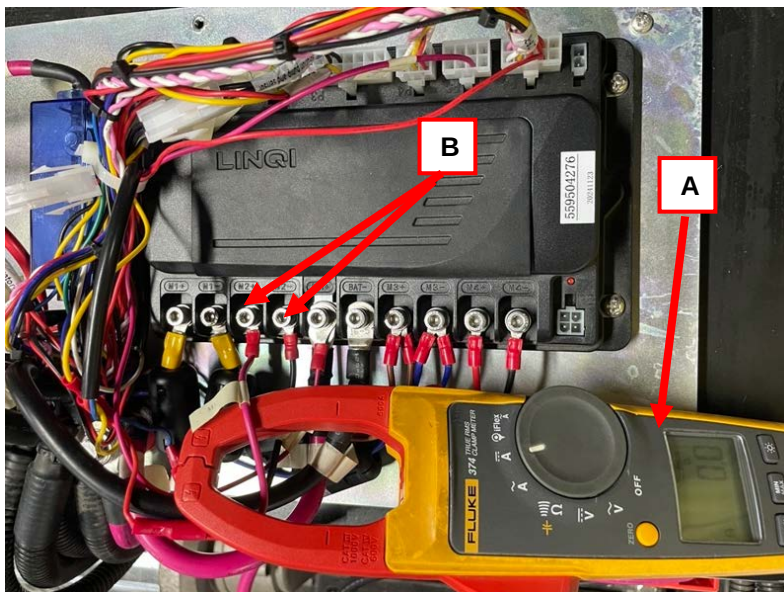

Figura 61
1. Aplique la pinza amperimétrica (A, Figura 61) a uno de los cables del motor de aspiración (B, Figura 61).